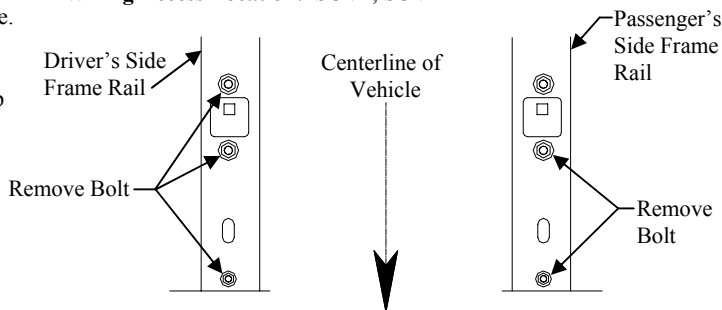
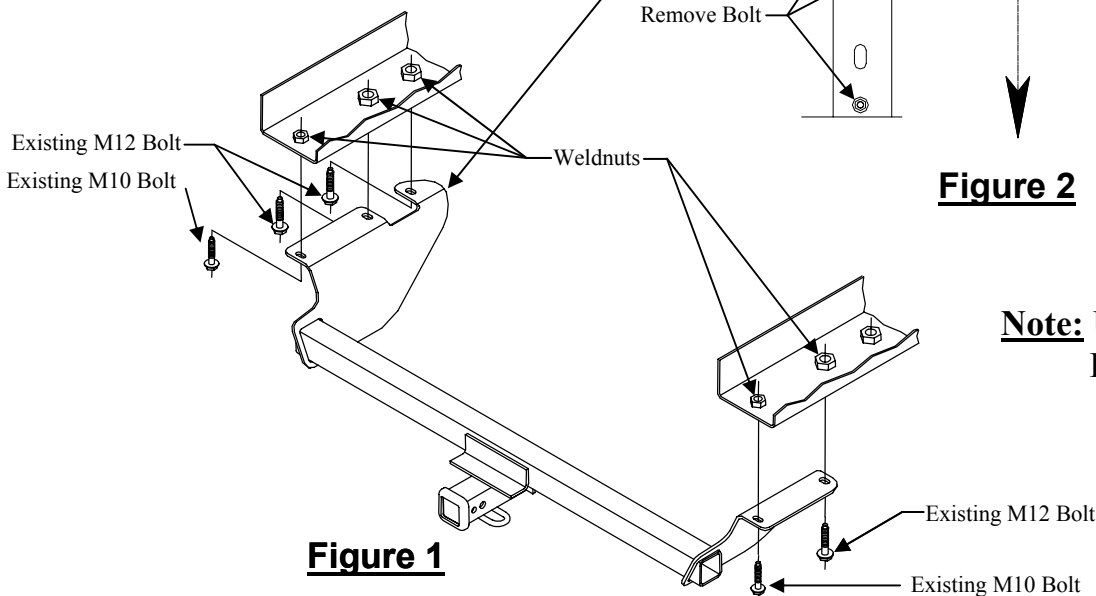
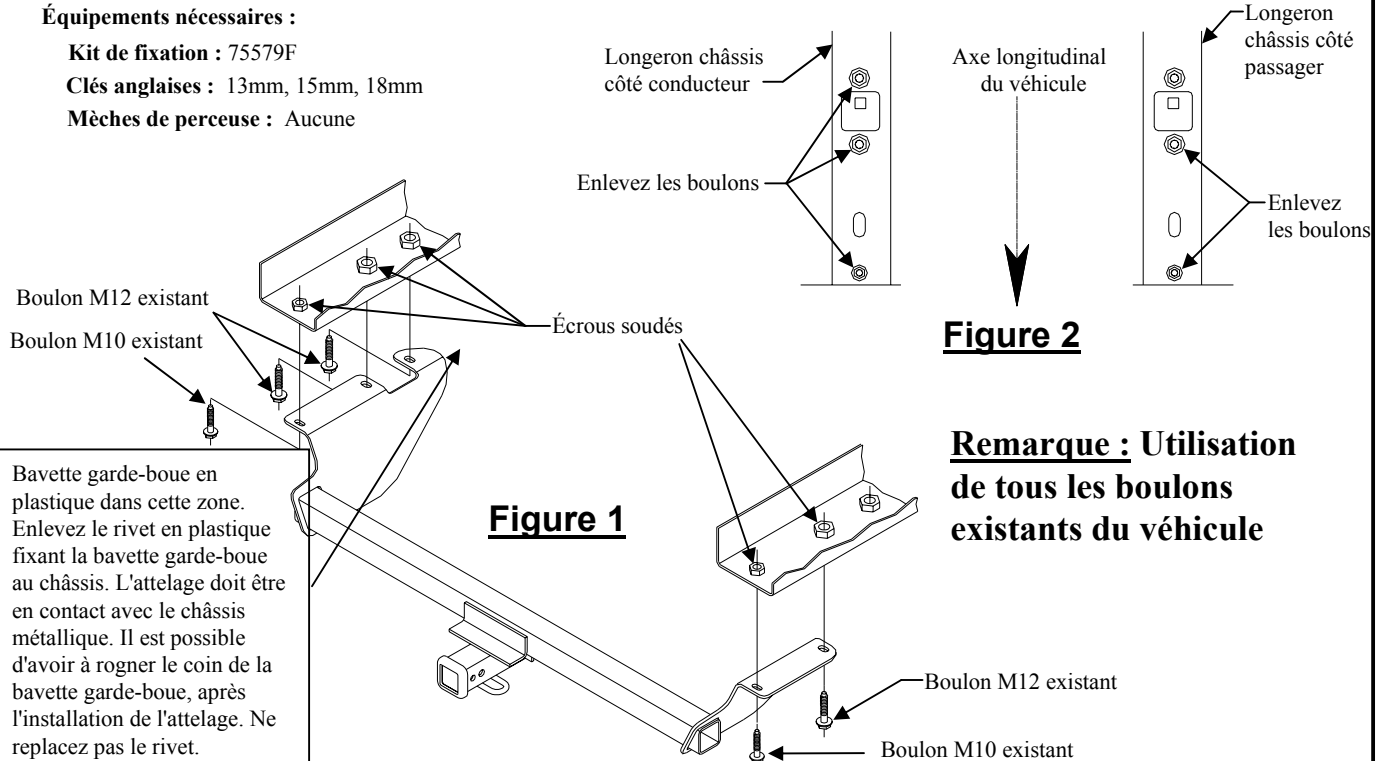

Figure 2
Figure 1
Figure 2
- Remove existing bolts from frame rails as shown in Figure 2, (3) on driver's side, (2) on passenger's side and retain for hitch installation.
- Remove plastic rivet holding plastic mud flap to Driver's side frame. May have to trim plastic after Step (4). You will not reinstall plastic rivet.
- Raise hitch into position as shown in Figure 1 and attach with existing bolts removed in step 2. Hand tighten.
2. Enlevez les boulons existants des longerons comme illustré à la Figure 2, (3) du côté conducteur et (2) du côté passager, puis conservez-les pour le montage de l'attelage.
3. Enlevez le rivet en plastique fixant la bavette garde-boue au châssis du côté conducteur. Il est possible d'avoir à rogner le plastique après l'étape (4). Ne remplacez pas le rivet en plastique.
4. Levez l'attelage en position comme illustré à la Figure 1 et fixez-le avec les boulons existants enlevés à l'étape 2. Serrez-les à la main.